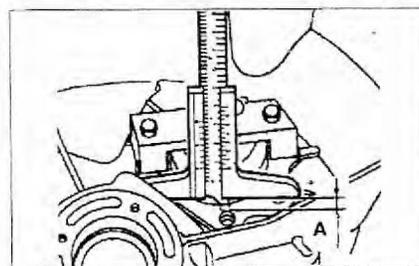

Рис. 4.51. Измерение расстояния *A* от края уплотнительной поверхности до внешнего кольца конического подшипника.
6. Измерьте расстояние *A* от края уплотнительной поверхности до внешнего кольца конического подшипника, используя штангенциркуль (рис. 4.51).